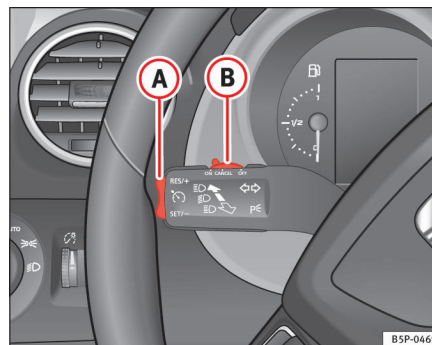

Fig. 151 Blink- og fjernlysarm: kontakt og vippeknap til fartpilot
- Skub kontakten ⇒ fig. 151 **(A)** mod venstre i stilling **ON**.